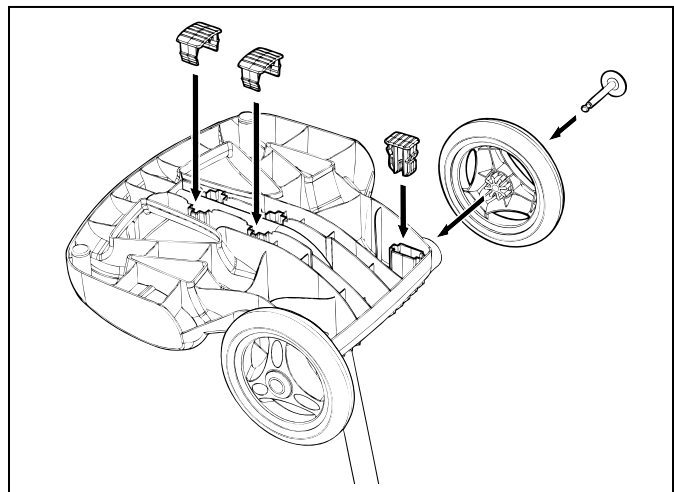

Figura 5. Coloque los bloques de soporte y coloque las ruedas
- Coloque dos (2) bloques de soporte en su lugar (Figura 5).
- Deslice el eje y el tapacubos por el centro de la rueda, y únala a la unidad de base. Coloque el clip de bloqueo en su lugar para asegurar la rueda. Repita para unir ambas ruedas (Figura 5).